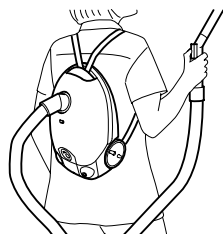

Abb. 14
4. Sie können den Staubsauger nun wie einen Rucksack auf dem Rücken tragen (Abb. 14).